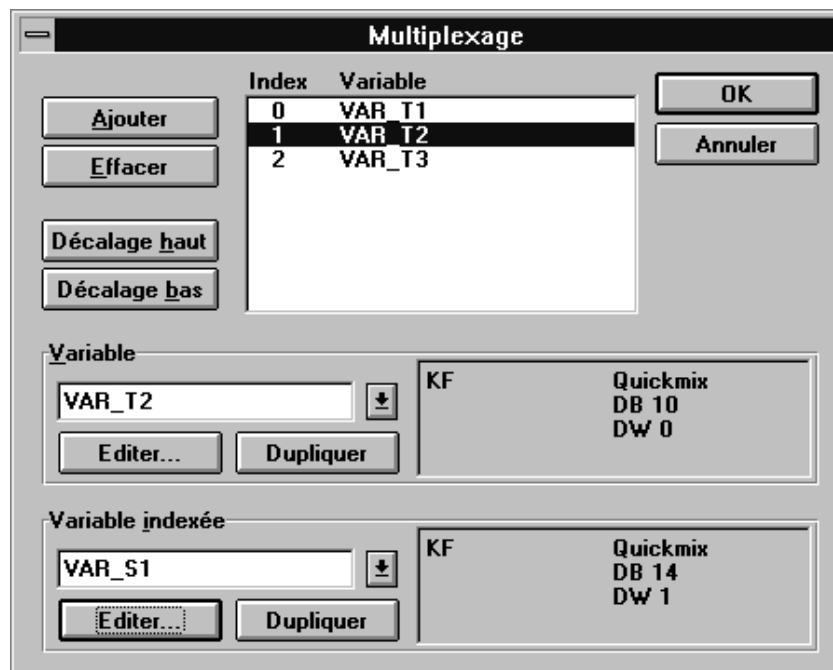

Figure 7-21 La boîte de dialogue *Multiplexage*
8. Répétez les étapes 5. et 7. pour les variables `VAR_T2` et `VAR_T3`. La figure 7-21 représente la configuration correspondante.